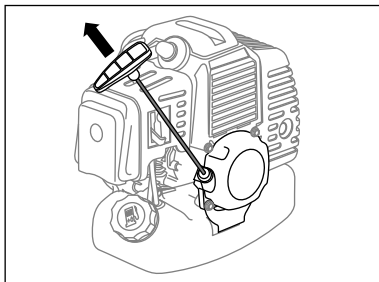

рис. 12
- Придерживая триммер, потяните за ручку стартера до его зацепления. Резко потяните за рукоятку стартера. Повторяйте эти действия до запуска двигателя (рис. 12).